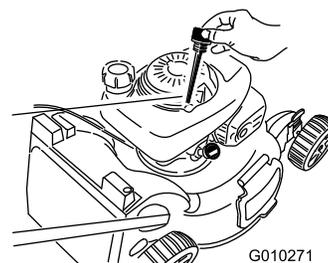

Figura 22
2. Retire la varilla (Figura 22).